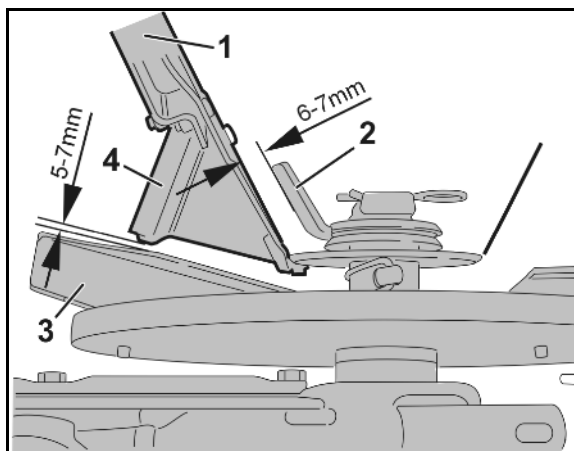

Рис. 101
2. Установите положение заслонки 11 с помощью регулировочного рычага (Рис. 101/1).